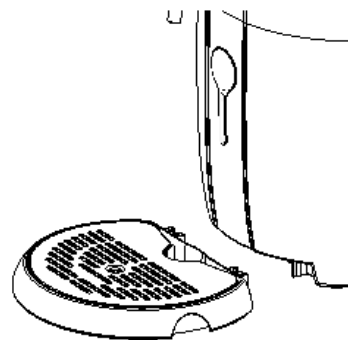

Figura 2
3. Coloque o tabuleiro de recolha de água no entalhe (como mostra a figura 2).